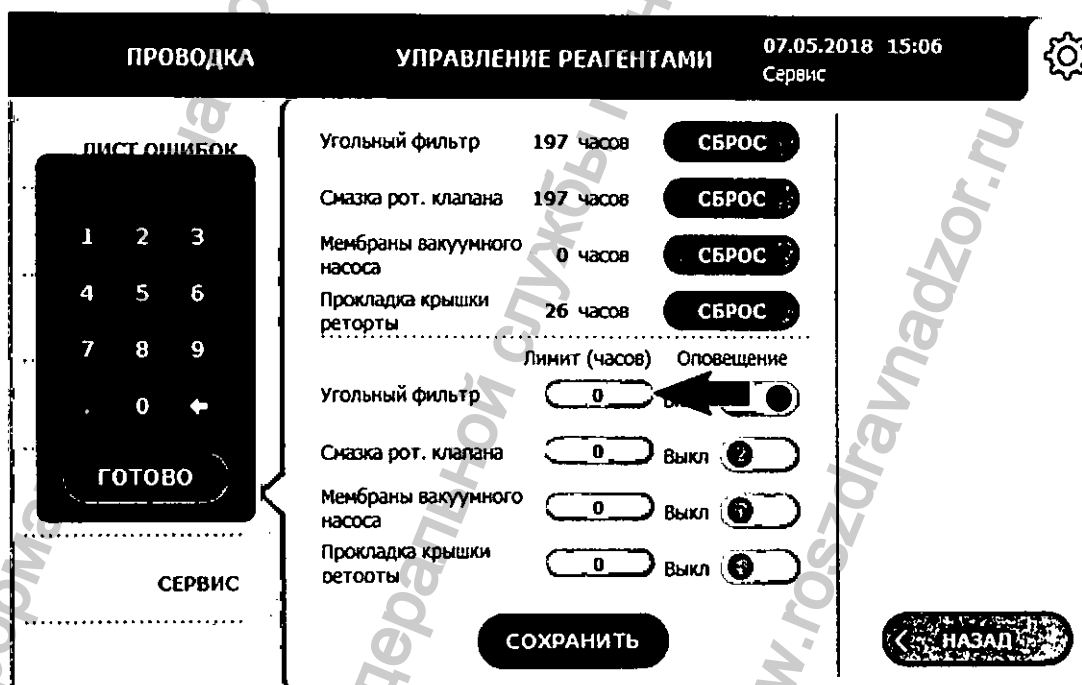

Рисунок 3.70. Установка лимита наработки
- Для установки лимита наработки каждой из деталей выберите соответствующее поле **ЛИМИТ**. Введите количество часов, используя экранную клавиатуру, и нажмите кнопку **ГОТОВО** (рисунок 3.70).